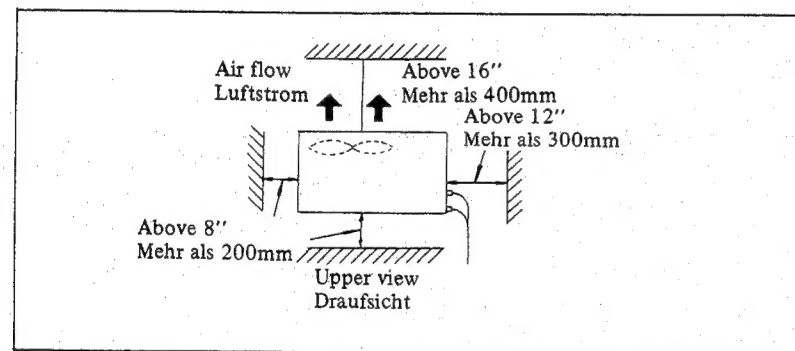

Fig. 2
(1) Keep the space around the unit for the maintenance and avoiding the effects of hindrance for normal ventilation of the unit, as shown in Fig. 2.
(1) Der Raum um das Außengerät der Anlage muß frei bleiben, um Zugang für die Wartung und ausreichende Belüftung sicherzustellen, wie es in Abb. 2 gezeigt ist.
(2) In der Nordhemisphäre ist die Montage der Anlage vorzugsweise an der Nord- oder Ostseite des Hauses vorzunehmen. Sollte aus gegebenen Gründen die Montage an der Süd- oder Westseite unumgänglich sein, muß ein Sonnenschutz vorgesehen werden. (Der Schutz darf jedoch die Belüftung des Gerätes in keiner Weise beeinträchtigen.)
(3) In der Südhemisphäre ist die Montage der Anlage vorzugsweise an der Süd- oder Ostseite des Hauses vorzunehmen. Sollte aus gegebenen Gründen die Montage an der Nord- oder Westseite unumgänglich sein, muß ein Sonnenschutz vorgesehen werden. (Der Schutz darf jedoch die Belüftung des Gerätes in keiner Weise beeinträchtigen.)
(4) Das Gerät vor Staub schützen und so aufstellen, daß es bei Regen nicht naß wird.
(5) Das Außengerät möglichst nahe an der Kühleinheit (Zimmergerät) installieren.